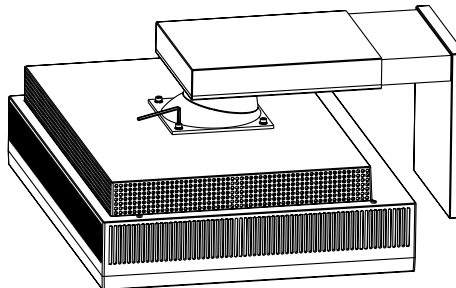

Abbildung S.2
3. Entfernen Sie mit den Innensechskant-Schraubenschlüsseln die vier Schrauben, mit denen der Fuß am Monitor befestigt ist (**Abbildung S.2**). Heben Sie den Fuß vom Monitor. Der Monitor kann jetzt auf andere Art montiert werden.